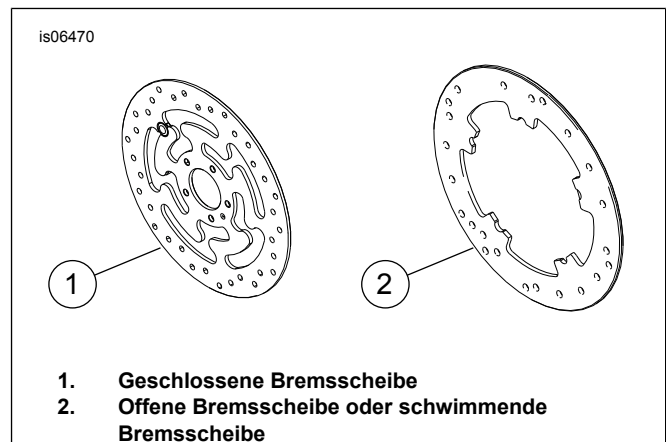

Abbildung 1. Vorderradbremsscheiben-Ausführungen
- Bremsscheibenschrauben (Siehe Abbildung 1. und Tabelle 1)